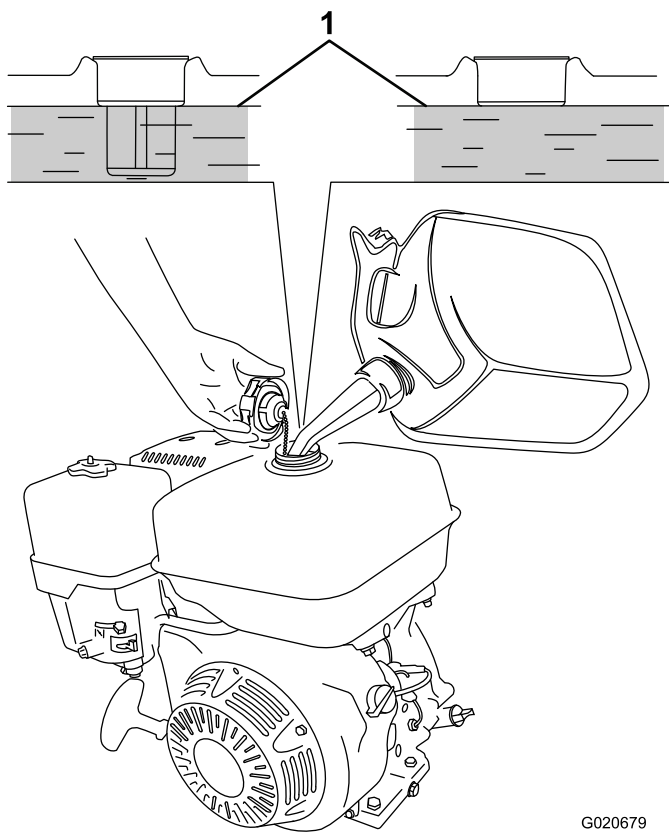

Figura 34
3. Añada gasolina sin plomo al depósito de combustible hasta que el nivel llegue al borde inferior del nivel máximo de combustible, según se muestra en Figura 34.